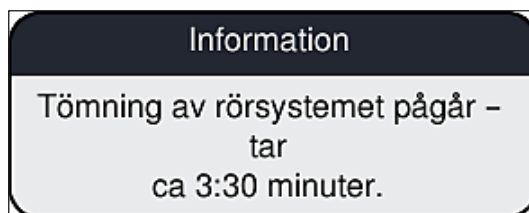

Bild 107
6. På skärmen visas ett informationsmeddelande (→ Bild 107) som meddelar användaren om tidsåtgången. Meddelandet försvinner så snart luftpumpningen har avslutats.